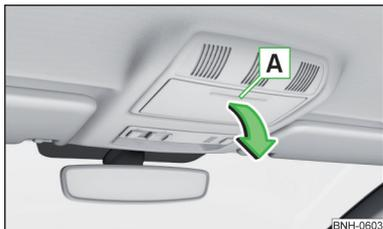

Fig. 76
- Para **abrir**, presionar sobre la tapa del guardalentes en el área **A**. El compartimento se abre en el sentido de la flecha » fig. 76.